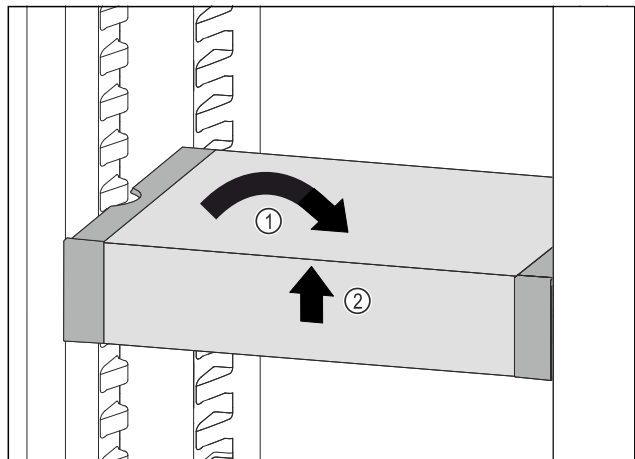

Fig. 60
- Collocare VarioSafe in maniera dritta. Fig. 60 (1)
- Sollevare VarioSafe dal lato anteriore. Fig. 60 (2)